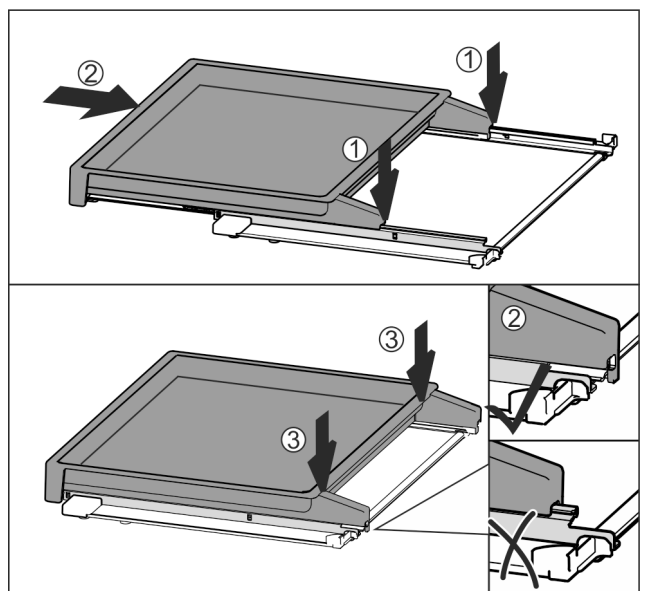

Fig. 37
- Appoggiare centralmente sulle guide Fig. 37 (1).
- Spingere completamente il ripiano estraibile Fig. 37 (2).
- Premere sul lato posteriore fino ad avvertire l'innesto Fig. 37 (3).